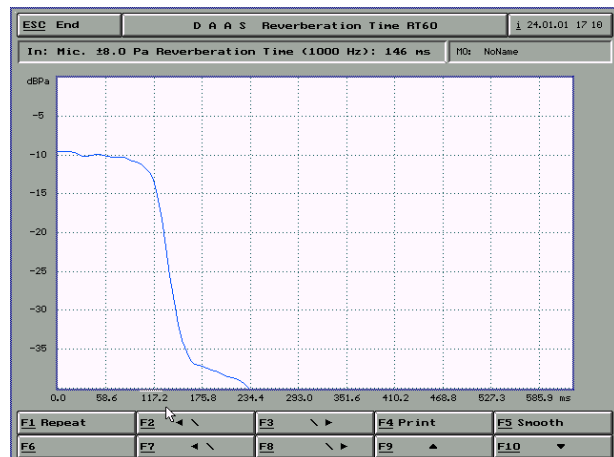

图 9-2
2) 点击F1 1000Hz喇叭发出声音 (注意不同的频率点发出的声音不同) 出现如图9-2的延时曲线图